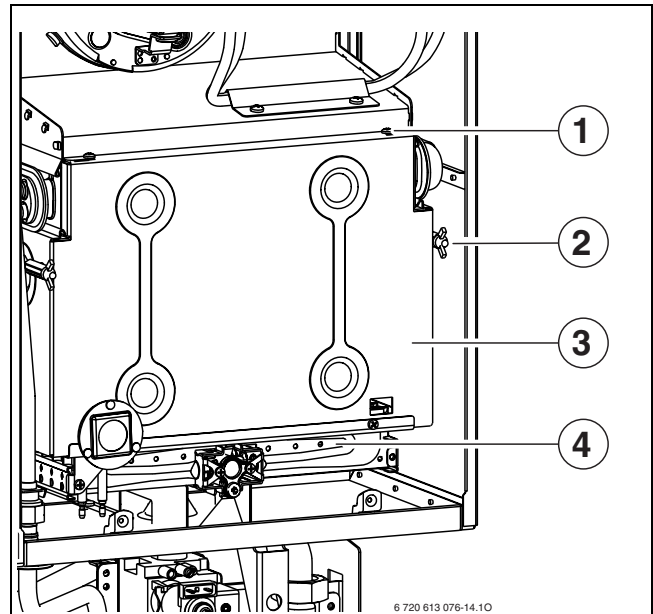

Fig. 33 Se deschide arzătorul
- ▶ Desfaceți cele două șuruburi superioare și cele două șuruburi fluture laterale (→ fig. 33, [1] și [2]).
- ▶ Scoateți în față capacul camerei arzătorului (3).
- ▶ Se scoate peretele frontal al camerei de ardere și arzătorul (→ fig. 33).